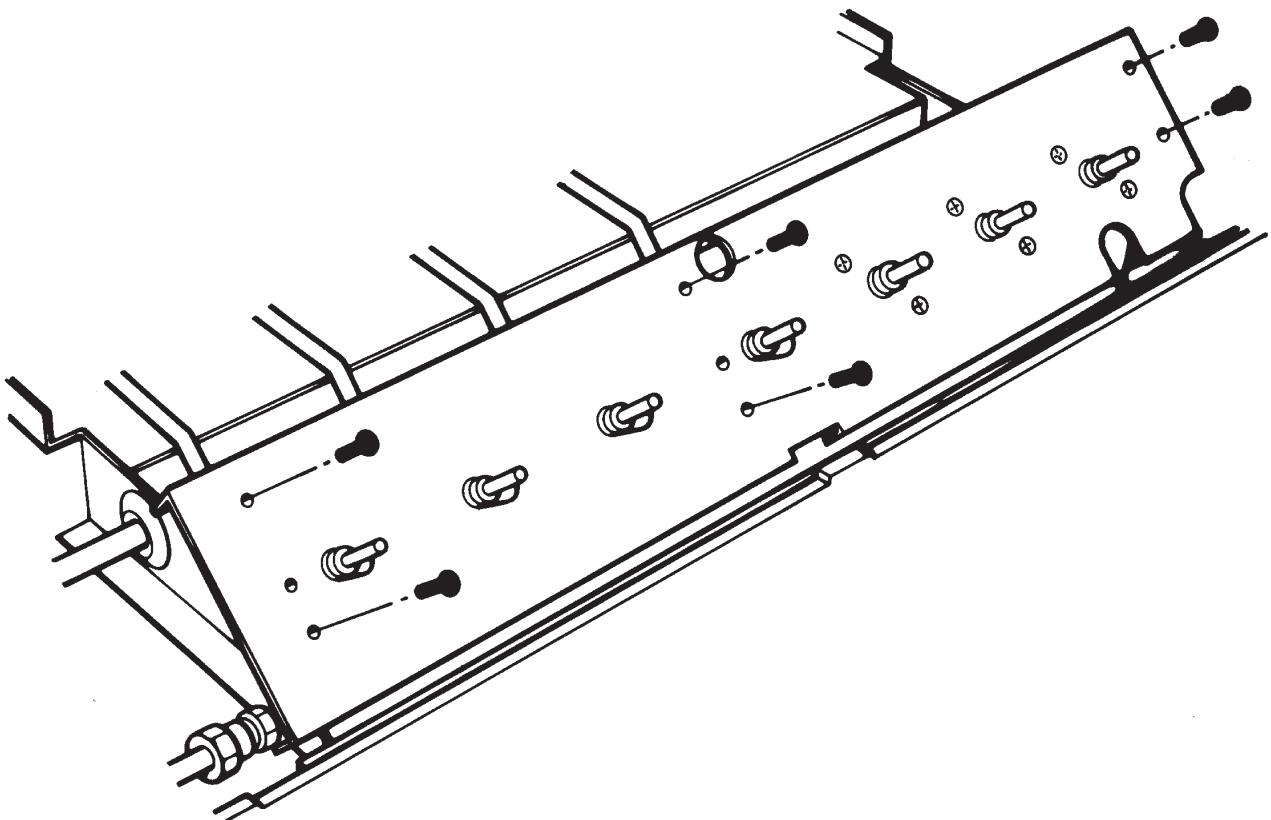

Fig. 18
- 3 Retirez les contrôles de la plaque en retirant les 6 vis. (Tel que montré en Fig. 18).